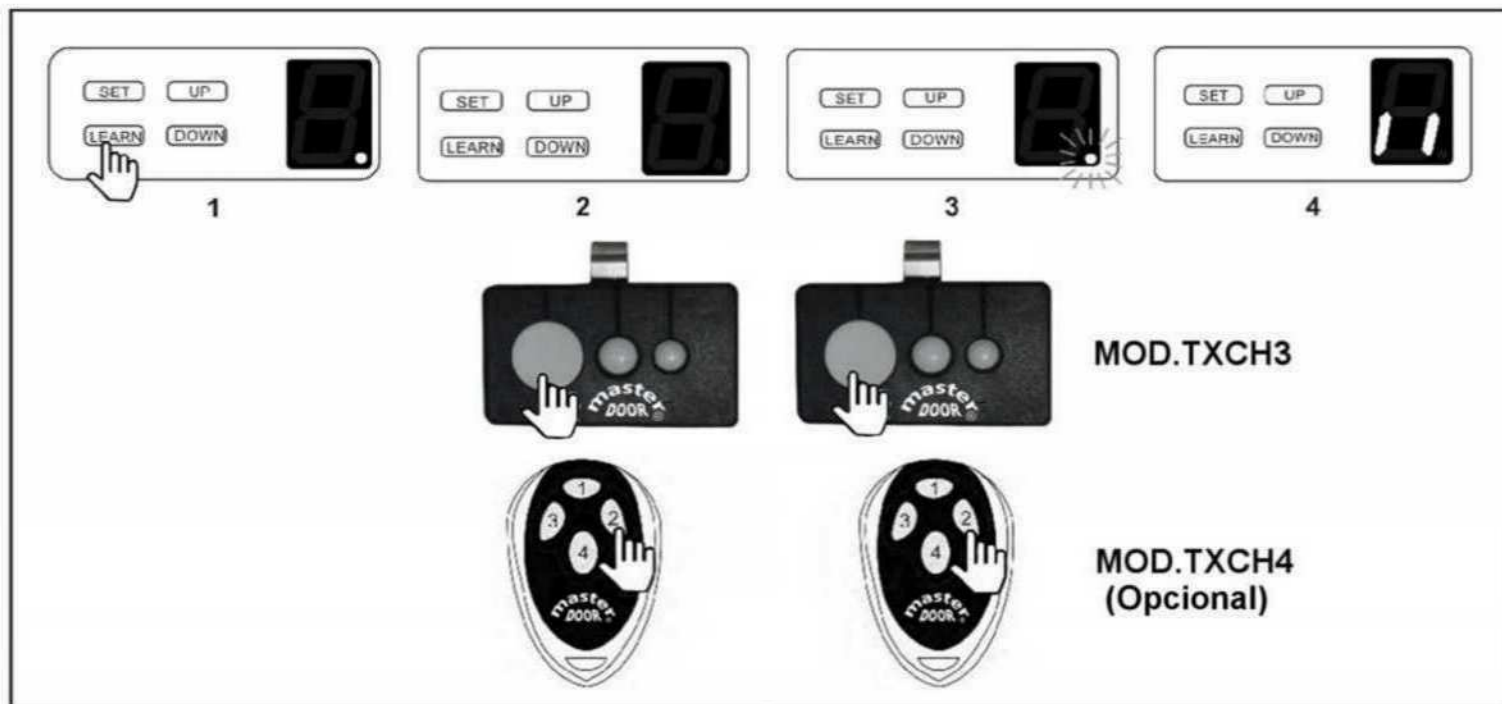

Fig.13
### Agregar Transmisor (grabar). (Fig.13)
- 2.- Presione durante 2 segundos el botón del Transmisor que desea utilizar (Fig.13.) (botones: 1, 2 ó 4) (el punto en el display se apagará).